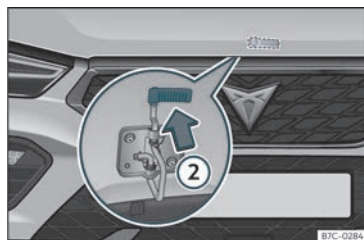

Fig. 200 Leva baixo o capó.
- Para levantar o capó faga presión cara arriba sobre a leva situada baixo o capó >>> **fig. 200 ②**. O gancho de fixación queda desbloqueado.